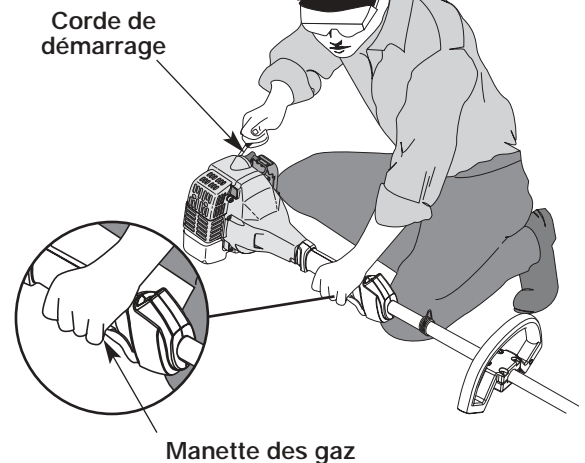

Fig. 5
AVERTISSEMENT: évitez tout démarrage accidentel. Tenez-vous en position de démarrage lorsque vous tirez sur la corde de démarrage (Fig. 5). L'opérateur et l'appareil doivent tous deux être en position stable pour éviter des blessures graves.
5. Levez-vous en position de démarrage (Fig. 5) et appuyez sur la manette des gaz. Tirez sèchement sur le cordon de démarrage jusqu'à 4 fois.